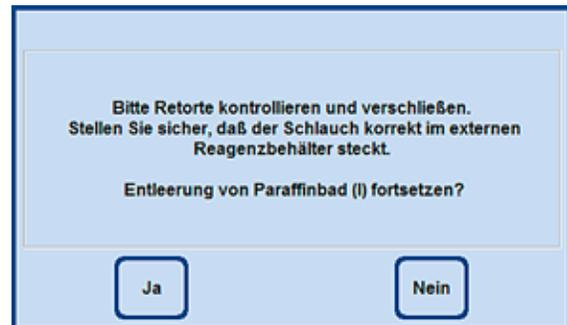

Abb. 184
- Die folgende Sicherheitsabfrage muss bestätigt werden, um fortzufahren (Abb. 184).